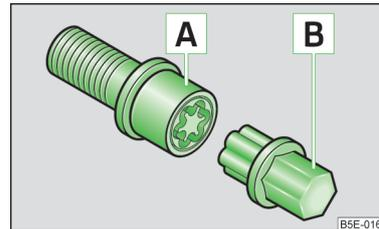

Abb. 180
- Den Adapter [B] » Abb. 180 mit seiner verzahnten Seite bis zum Anschlag so in die innere Verzahnung der Anti-Diebstahl-Radschraube [A] stecken, dass nur noch der äußere Sechskant herausragt.